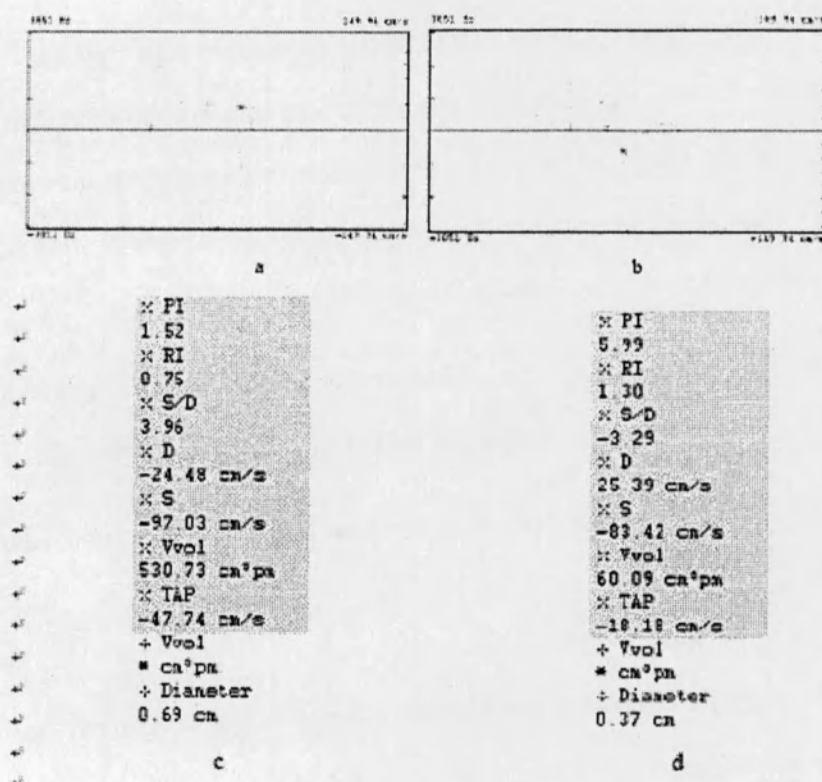

Рисунок 4.20
- Поместите калибр в исходную точку на контуре доплеровского эхо-изображения (см. рис. 4.20а или b);
Результаты измерений появляются в окне 10 (см. рис. 4.20с или d соответственно). Если результаты измерений не помещаются в окно отображения результатов измерений и расчетов, их можно просмотреть, нажимая клавишу клавиатуры [Tab].